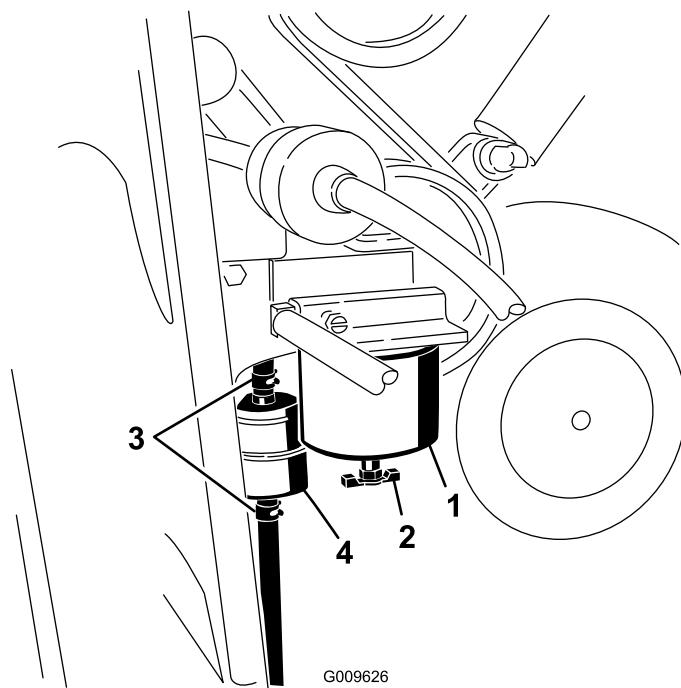

Рисунок 35
3. Найдите топливный фильтр на правой стороне двигателя (Рисунок 35) и поместите под ним чистую емкость.
4. Найдите топливный фильтр на правой стороне двигателя (Рисунок 35) и поместите под ним чистую емкость.
5. Очистите область крепления стакана фильтра (Рисунок 35).
6. Снимите стакан фильтра и очистите монтажную поверхность (Рисунок 35).
9. Вверните стакан фильтра вручную в монтажное отверстие. После соприкосновения прокладки с монтажной поверхностью доверните стакан еще на пол-оборота (Рисунок 35).
10. Найдите проходной фильтр слева от стакана топливного фильтра (Рисунок 35) и отметьте направление стрелки потока на боковой стороне проходного фильтра.
11. Ослабьте хомуты на обоих концах проходного фильтра и отсоедините от него шланги (Рисунок 35). Удалите в отходы фильтр.
12. Наденьте шланги на концы нового фильтра (Рисунок 35) так, чтобы стрелка на фильтре показывала в сторону двигателя или электрического топливного насоса.